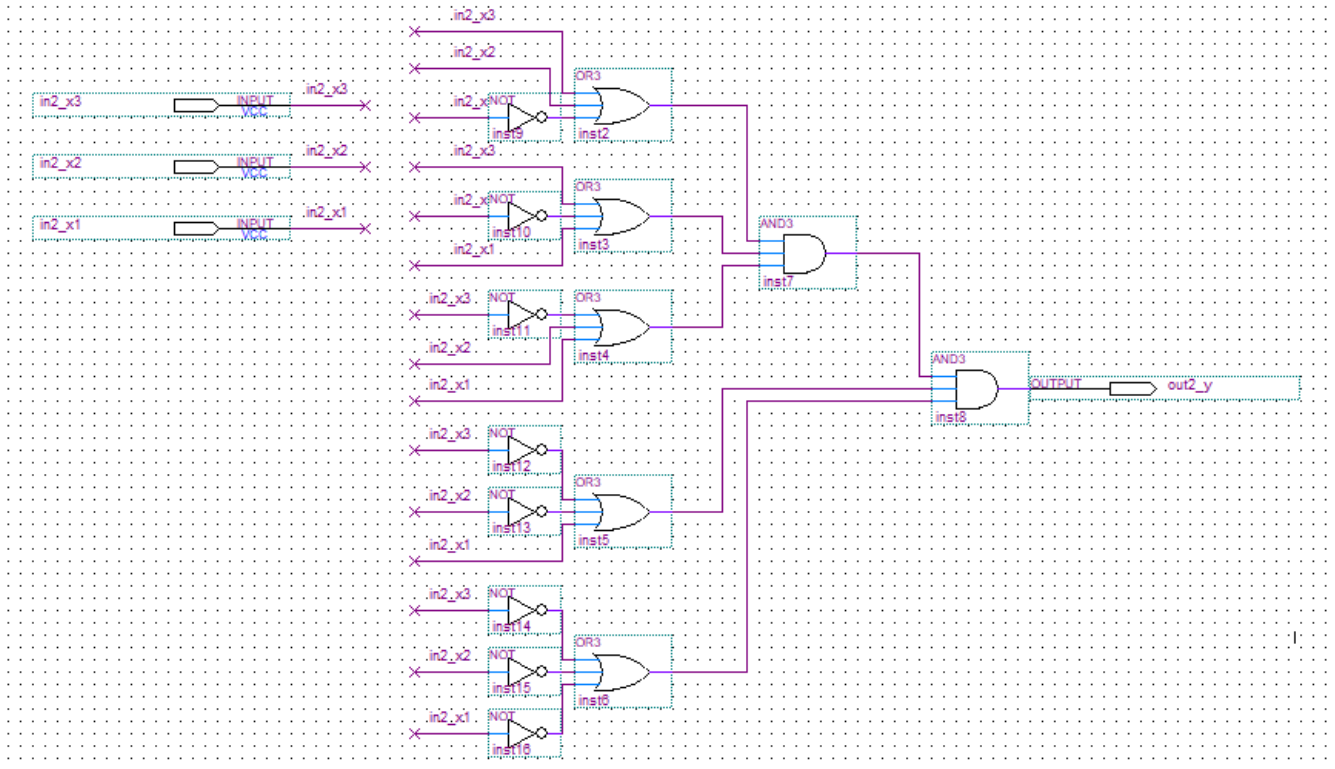

Рис. 1.44. Логічна схема ДКНФ перемикальної функції
**9.4.** Введіть комбінаційну схему ДКНФ перемикальної функції  $f_4$  прямо в робочому полі файлу *CL\_Project\_v1.bdf*. Результат представлений на рис. 1.44.